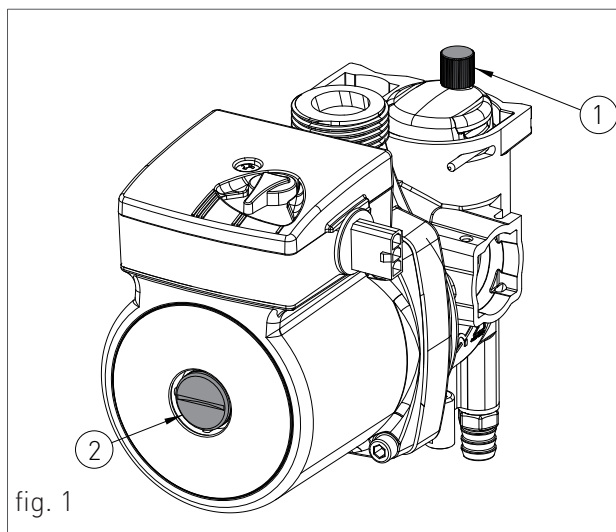

fig. 1
2. slăbiți ușor capacul supapei de siguranță a pompei (1-fig. 1) pentru a elibera aerul din sistem;
6. desșurubați capacul pompei [2-fig.1] să iasă orice bule de aer și să închideți-l bine pentru a preveni scurgerile de apă;